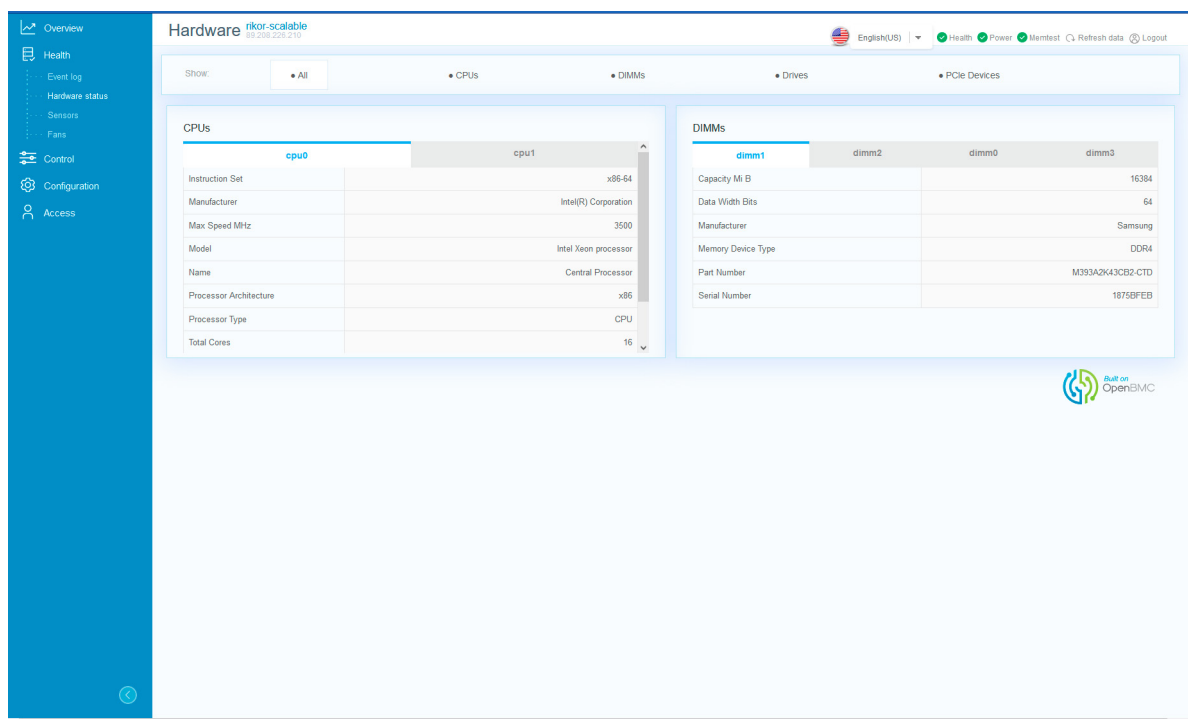

Рис. 65. Окно «Hardware status»
- 3) Пройдите во вкладку «Health» → «Hardware status» в данной вкладке отображается состояние комплектующих установленных в сервер. В поле «Show» произведите фильтрацию комплектующих для отображения состояния комплектующих. Окно показано на рис. 65 Окно «Hardware status»